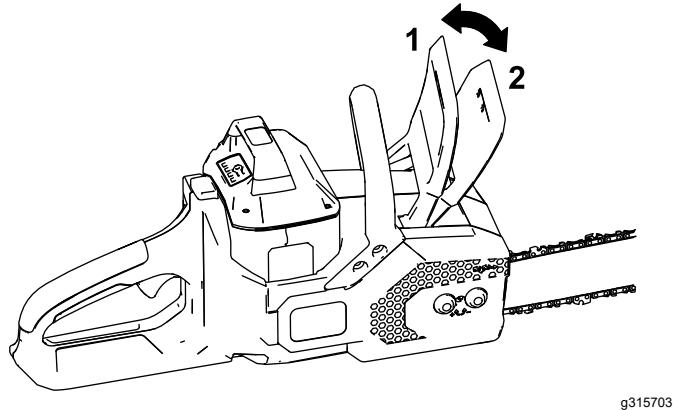

Figure 8
- Vérifiez que le frein de chaîne est en position de MARCHE (Figure 8).
Quand vous n'utilisez pas la tronçonneuse ou que vous la transportez vers ou depuis la zone de travail, placez le frein de chaîne à la position d'ARRÊT (Figure 8).